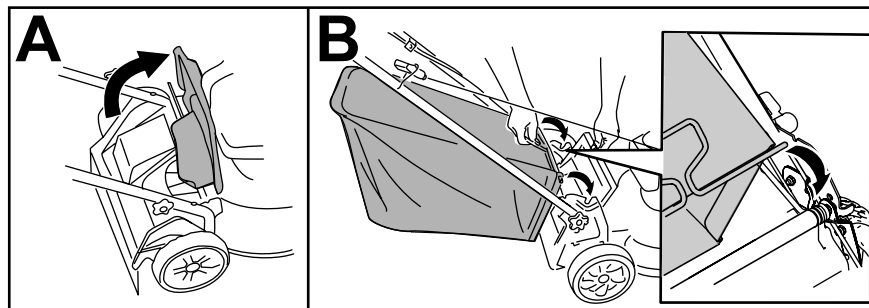

Bild 13
1. Heben Sie das hintere Ablenkblech an und halten Sie es hoch (A in Bild 13).
2. Setzen Sie den Grasfangkorb ein, stellen Sie sicher, dass die Stifte am Fangkorb in den Kerben am Holm sind (B in Bild 13).